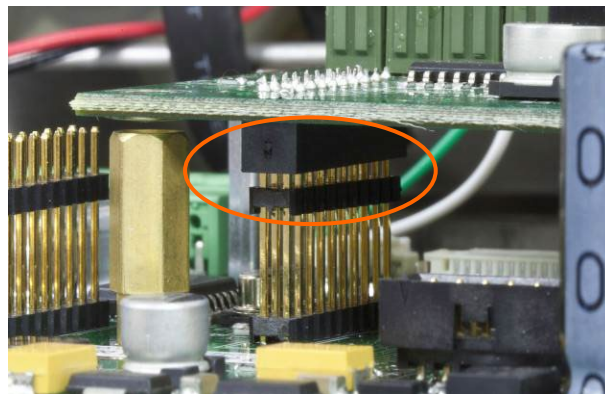

Abbildung 5-22: Ausrichten der Stifte auf der Optionsplatine
2. Drücken Sie die Optionsplatine vorsichtig nach unten, sodass alle Stifte auf dem Steckanschluss der Hauptplatine in den Sockel auf der Unterseite der Optionsplatine gleiten. Bei ordnungsgemäßem Einbau wird jeder Stift in ein passendes Loch im Steckanschluss eingeführt. Siehe Abbildung 5-22.